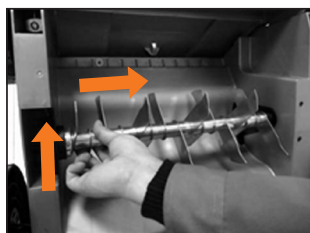

Рис. 18
1. Вставьте вал по направлениям, как показано на рис. 18, 19